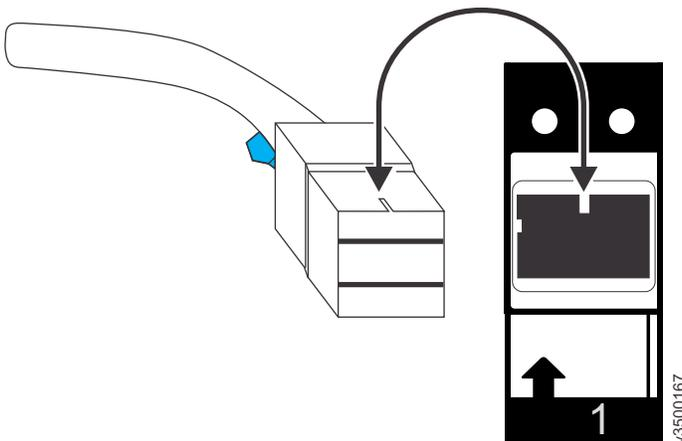

図 32. SAS ケーブル・コネクターの正しい向き
- 図 32 は、正しい向きを示しています。青色のタグは、常に拡張エンクロージャー接続 SAS ケーブルのポートの下にあります。